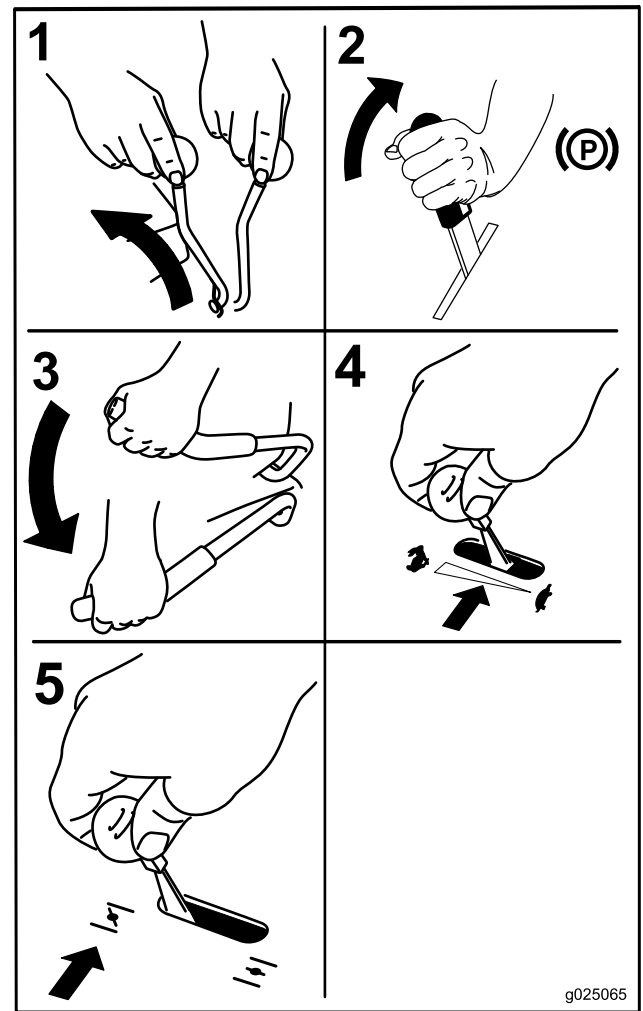

Figure 16
3. Placez le levier d'engagement de PDF en position d'arrêt (Figure 16).